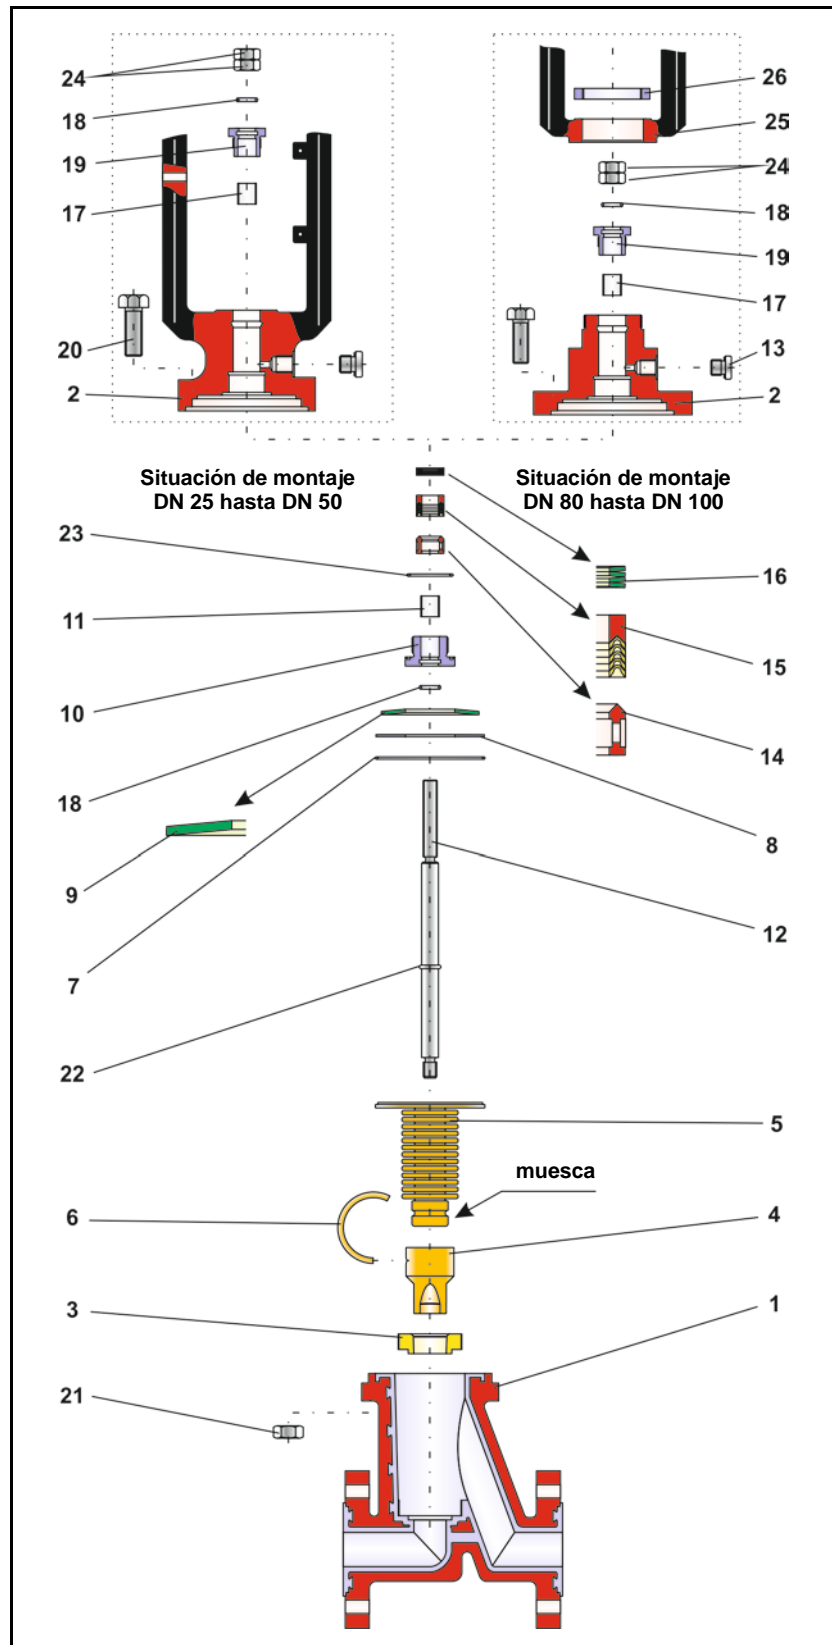

Figura 3 – Imagen de despiece de la válvula de control BR 1b, desde el año de fabricación 2006
El juego de muelles de disco (16) se inserta en el orificio provisto para este fin. La disposición de los muelles de disco se puede consultar en la imagen de despiece (figura 3).
A continuación se colocan uno tras otro el anillo final, los anillos en V de la empaquetadura angular (15), así como el rodillo distanciador (14). En la imagen de despiece (figura 3) se puede consultar esta disposición.
Los muelles de disco (9), la arandela a presión (8) y la junta tórica (7) se colocan en la brida de la cubierta (2). La disposición de los componentes se puede consultar en la imagen de despiece (figura 3).